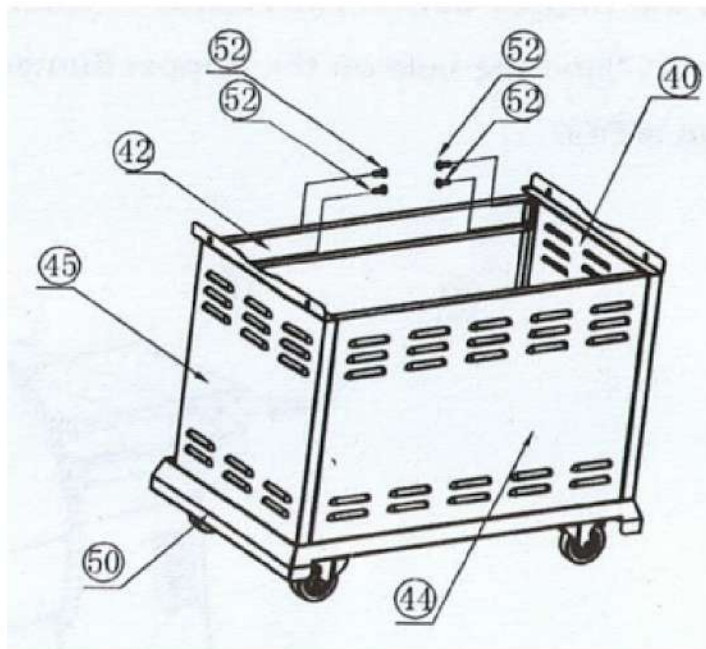

Рисунок 4
Г) Расположите перемычку (42) между правой панелью (40) и правой панелью (45) с помощью винтов $\frac{1}{4}$ -20*1 (M6x20) (52) как указано на рис. 4.